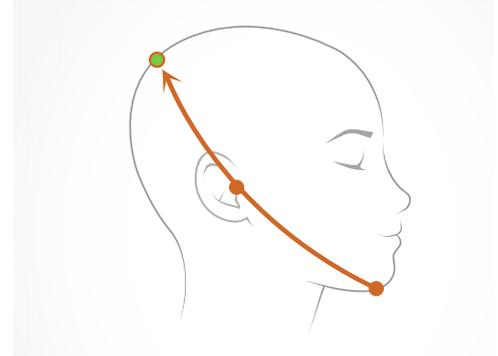

Abbildung 7: Oberer Hinterkopf, korrekte Position für die DeltaScan Patch Elektrode 1 (und für HairLock, falls es verwendet wird).
- Diese Stelle ist die korrekte Position für die Elektrode 1 des Delta Scan Patch. Die Position kann mithilfe von Abbildung 7 bestimmt werden.